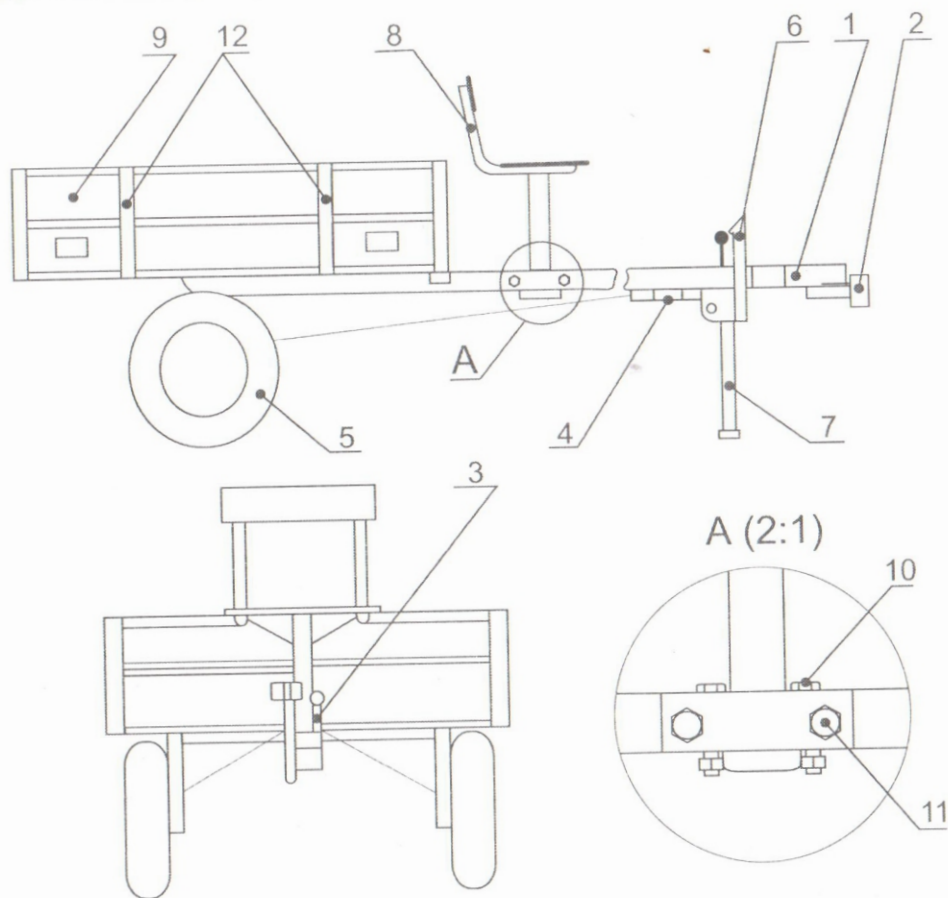

Рис. 1
3.1 Тележка прицепная ТПМ одноосная, не поддрессорена, общий вид тележки представлен на рис. 1. Кузов (9), опрокидывающийся (вручную) металлический с открывающимся, съёмным задним бортом. У переднего борта устанавливается сидение для оператора.